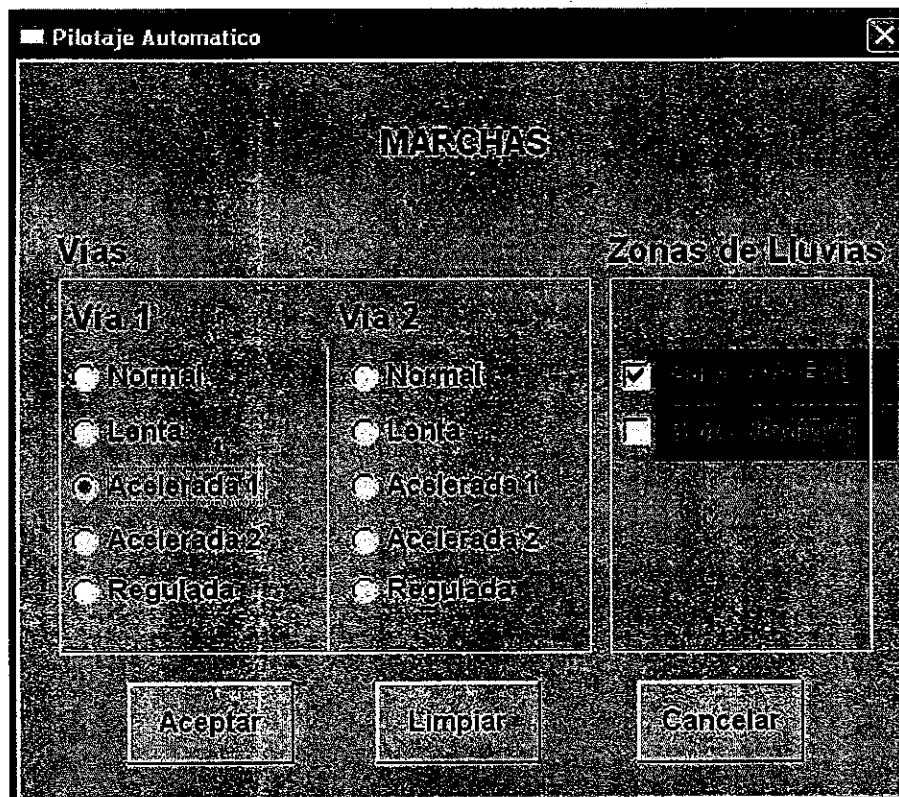

Fig. 11 : Ventana Pilotaje Automatico
• Hacer clic en el icono "Pilotaje automático" PA	-Aparece la ventana "Pilotaje automático" (ver Fig 11)